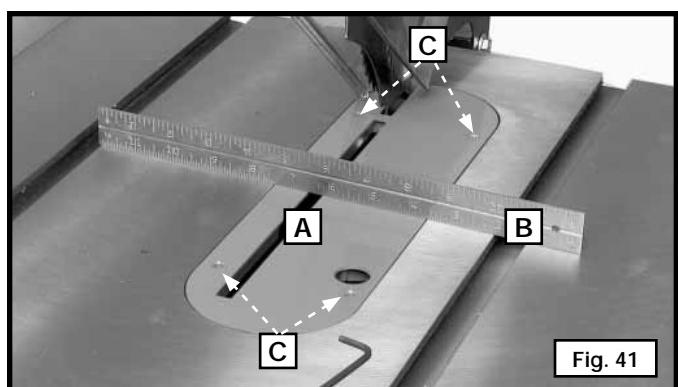

Fig. 41
Placer une règle droite (B) sur toute la largeur de la table, à chaque extrémité de la pièce d'insertion de la table (fig. 41).
**ATTENTION** S'assurer que la pièce d'insertion de la table (A) soit à niveau avec la table.